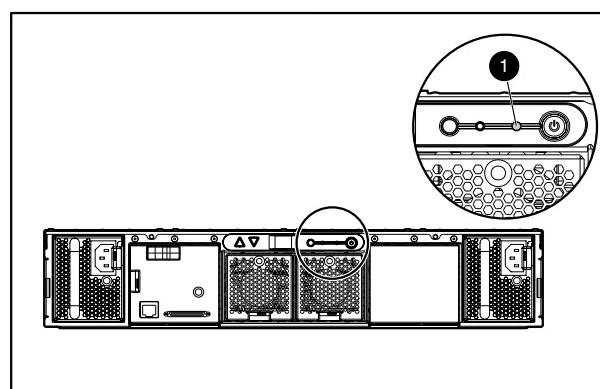

Figure 2 Voyant de panne du boîtier MSA20
- Sur le module MSA20, vérifiez le voyant de panne du boîtier. Reportez-vous à la Figure 2. Il devrait être de couleur orange.